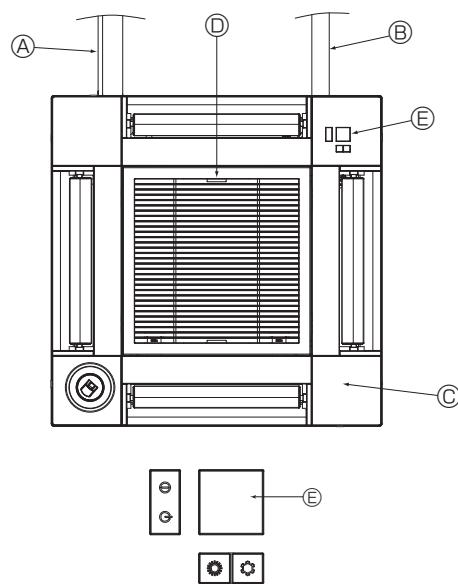

Fig. 5-18
5.5. Installering av inntaksgitter (Fig. 5-18)